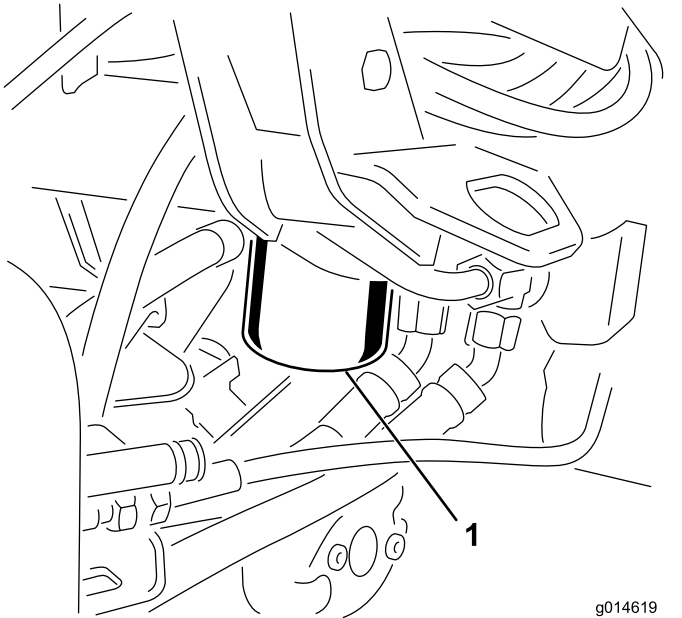

Bild 39
- Richten Sie auf der rechten Seite der Maschine eine Auffangwanne unter den Hydraulikfilter (Bild 39).
Hydraulikfilter (Bild 39) schnell ein, indem Sie ihn per Hand eindrehen, bis die Dichtung den Filterkopf beführt, dann drehen Sie ihn um eine Dreivierteldrehung weiter.